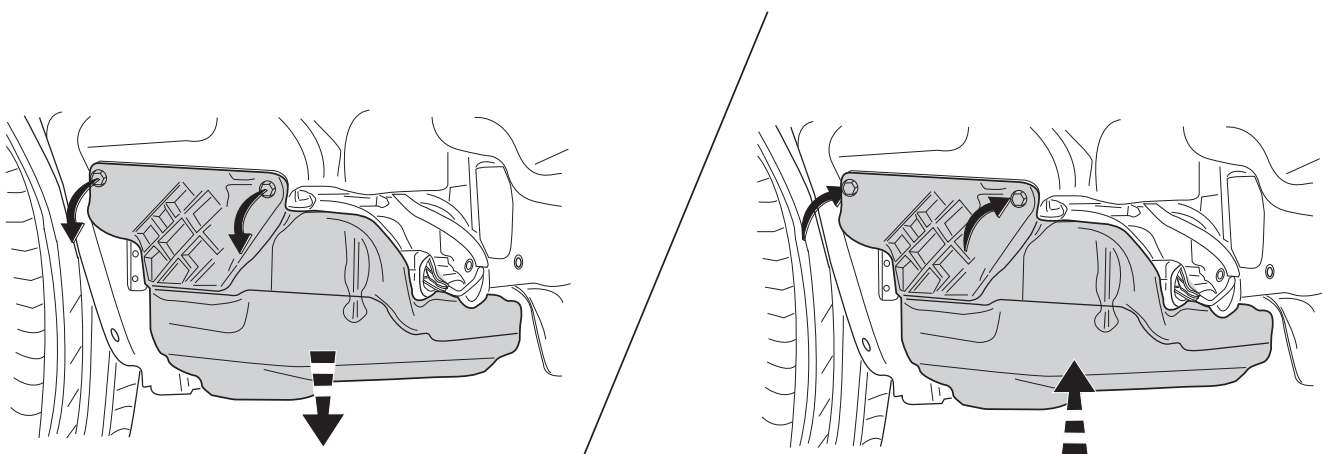

Fig.2
2. Remove if present the part indicated. See figure 2
7. Fit if present the part indicated. See figure 2
2. Falls vorhanden den angegebenen Teil abmontieren. Siehe Abbildung 2.
7. Falls vorhanden mount angegebenen Teil abmontieren. Siehe Abbildung 2.
2. Démontez si présents la partie indiquée. Voir la figure 2.
7. Monter si présents la partie indiquée. Voir la figure 2.
2. Demonter om de findes den angivne del. Se fig. 2.
6. Установить если имеется/имеются указанные детали. См. рисунок 2.
7. Monter om de findes den angivne del. Se fig. 2.